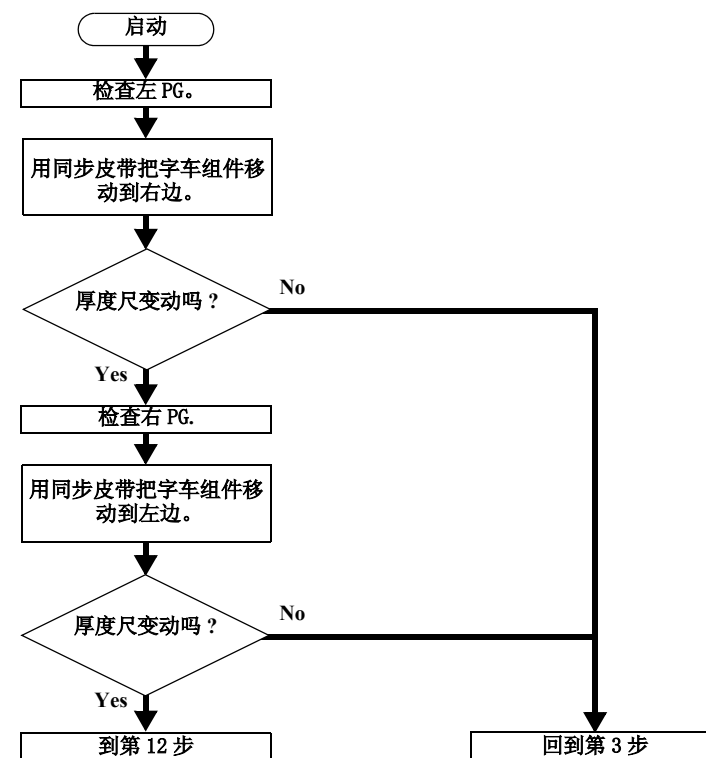

图 3-12. PG 检查 (2)
11. 按照图 3-12 流程图检查左、右两侧 PG。
13. 扭紧后, 按照图 3-12 流程图再一次检查左右 PG。